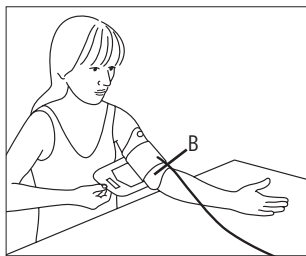

Fig. 2
- L'apertura B (vedi fig. 2) sul bracciale, all'altra estremità della linguetta, deve trovarsi nell'incavo del braccio. Il tubo deve risultare centrato rispetto all'incavo del braccio ed essere orientato verso la mano.